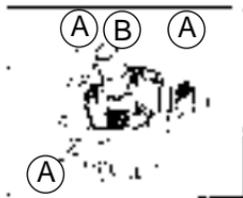

Fig. 1
Laguna WG 2000, 3000, 5000 et 7000: À l'aide d'un tournevis étoilé, enlever les quatre vis (A) sur le couvercle du moteur (B) (fig. 1)